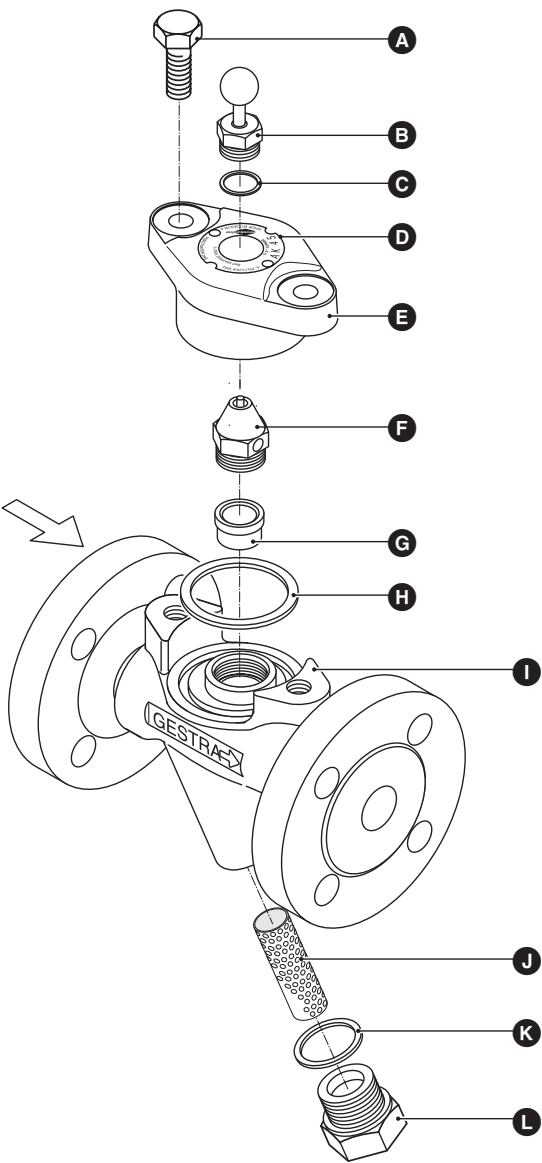

Fig. 2
2. Desserrer les vis du corps **A** et retirer le capot **E** du corps **I**. **Fig. 2**